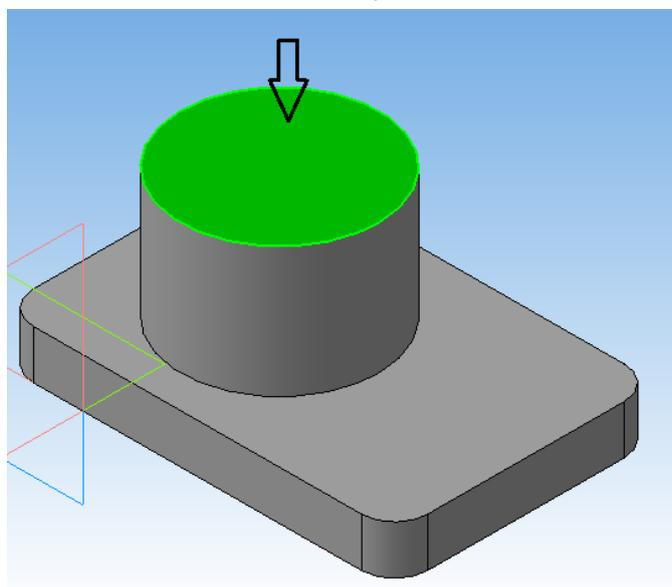

Рисунок 51.
10. На плоской верхней грани цилиндрической бобышки создать новый **Эскиз** прямоугольника (рисунок 51).